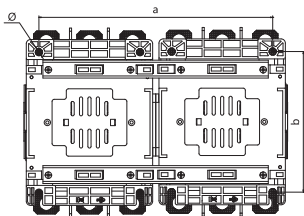
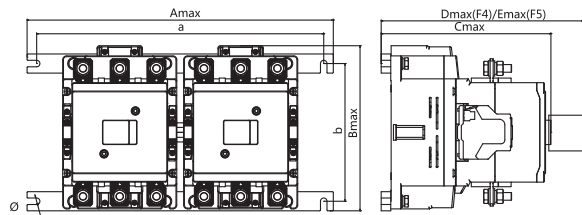

图2 NC5NE-320S/N ~ 360S/N 交流接触器外形与安装示意
图3 NC5NE-410S/N ~ 760S/N 交流接触器外形与安装示意
2.2 NC5NE-320S/N~760S/N 交流接触器安装尺寸与外形尺寸，见图 2、图 3 及表 3。